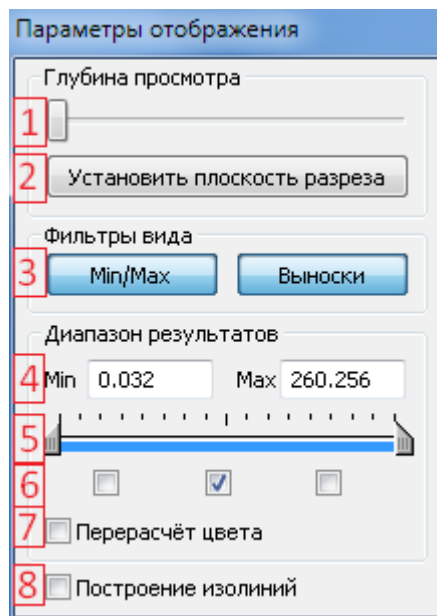

Рис. 2.29. Параметры отображения карт результатов
После нажатия кнопки ОК отображается цветовая карта выбранного параметра. С помощью элементов диалогового окна *Параметры отображения* можно управлять режимами построения карты (Рис. 2.29).
4. *Минимальное* и *максимальное* значение диапазона результатов для задания значения пользователем. Установка введённого значения осуществляется по клавише *ENTER*. **Синий** цвет шрифта - значение корректно и находится в процессе ввода, **красный** - некорректное значение. В случае его задания (по Enter), будет установлено максимально (минимально) допустимое (Рис. 2.29).